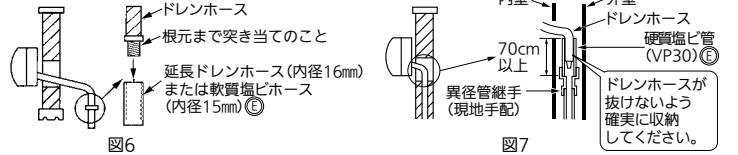

図6
- ドレンホースが短い場合は、図6の方法で配管してください。
- 延長ドレンホース(内径16mm)⑥との接続部は、テープなどで水が漏れないようにしてください。